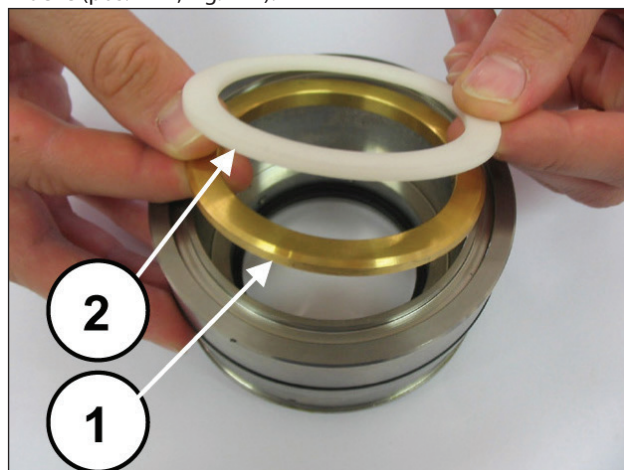
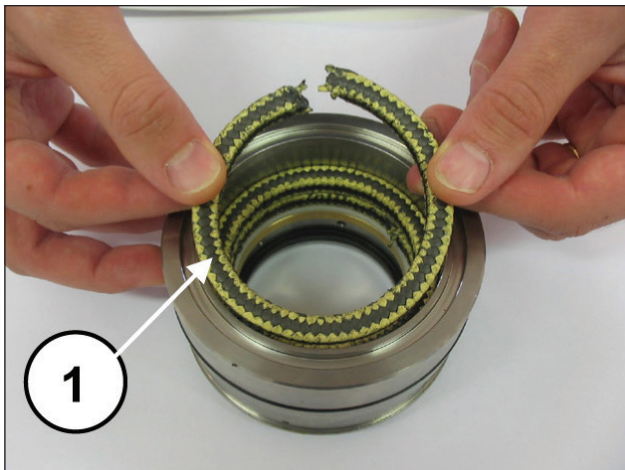
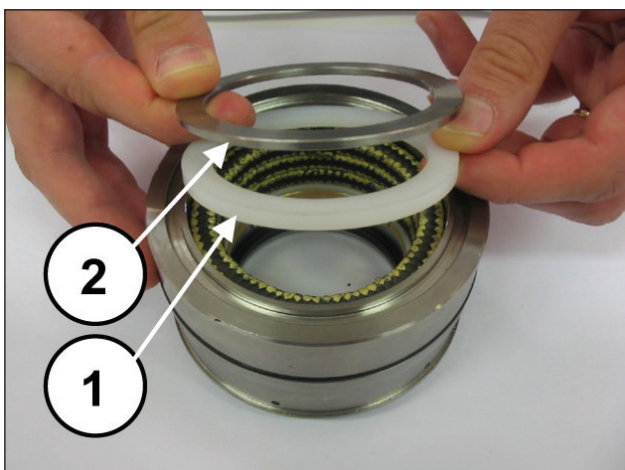

Fig. 170
Fig. 171
Fig. 172
Montar la anilla de soporte y la anilla antiextrusión (pos. ①②, Fig. 170), las tres arandelas de prensaestopas de manera que las incisiones se encuentren a 120° entre sí (pos. ①, Fig. 171), el retén de las arandelas de prensaestopas y la anilla del muelle (pos. ①②, Fig. 172).